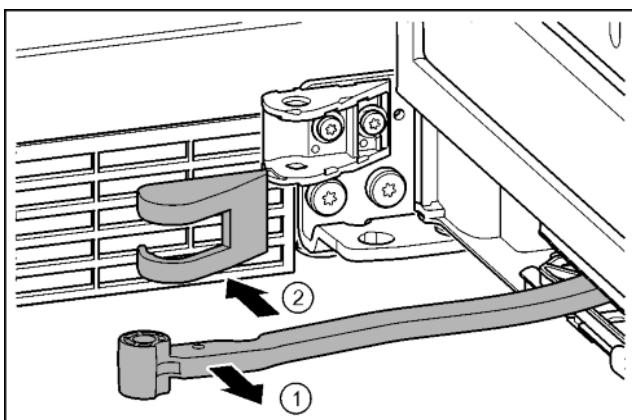

Fig. 15
- Повернуть шарнир в направлении двери. Fig. 15 (1)
- Снять крышку опорного кронштейна. Fig. 15 (2)